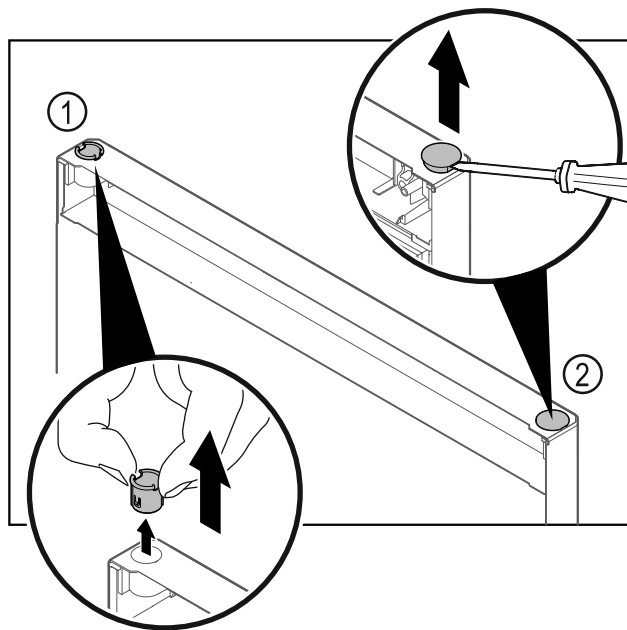

Fig. 40 Frysedelens dør
- ▶ Træk hængselbøsningen Fig. 40 (1) ud med fingrene.
- ▶ Løsn afdækningsproppen Fig. 40 (2) forsigtigt med en flad skruetrækker, og træk den ud.